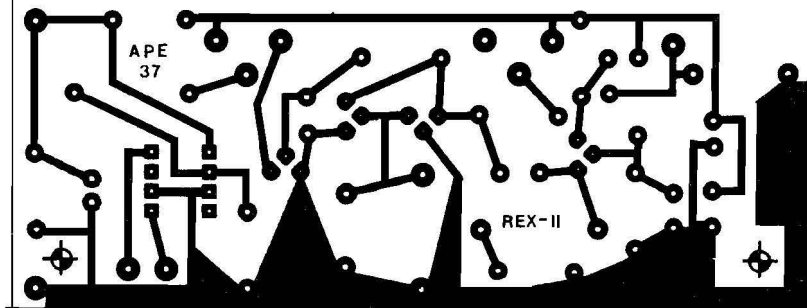
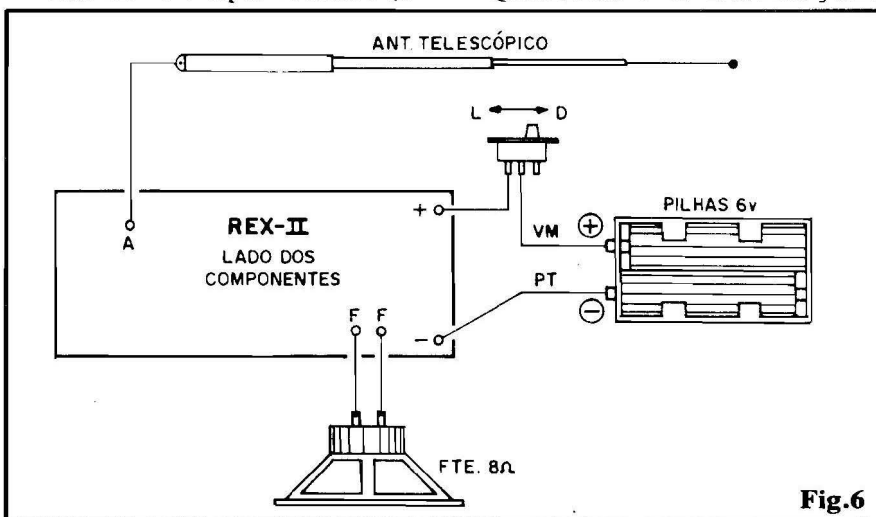
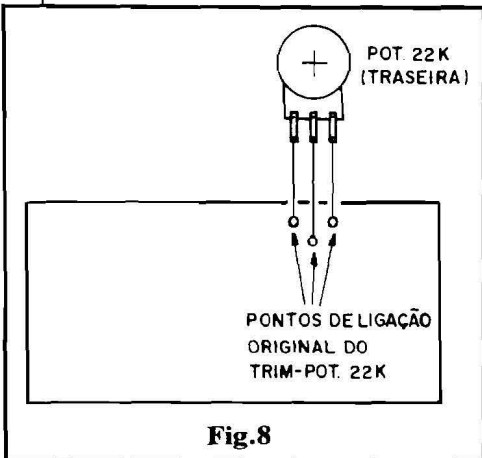

Fig.4
Fig.6
Fig.8
- FIG. 4 - LAY OUT DA PLACA DE CIRCUITO IMPRESSO - Simples e não muito congestionado, o padrão cobreado de ilhas e pistas poderá ser facilmente re-
- FIG. 6 - LIGAÇÕES EXTERNAS - A placa continua vista pelo lado dos componentes (só que, para "limpar a área", estes não são mais mostrados...). Observar com atenção a polaridade das conexões da alimentação (como sempre codificada pelas cores dos fios, com **vermelho** para o **positivo** e **preto** para o **negativo**...). As demais conexões (antena e altofalante) são elementares, à prova de erros...
- FIG. 8 - CONTROLANDO O VOLUME COM POTENCIÔMETRO - Na estrutura original do circuito/montagem, o ajuste do volume final de áudio é feito de maneira semi-fixa, por **trim-pot** (22K). O Leitor/Hobbyista pode, contudo, optar por um acionamento mais confortável e "s sofisticado", simplesmente ligando à placa, no lugar do referido **trim-pot**, um potenciômetro de 22K, conforme sugere a figura... Como sempre ocorre, recomendamos que a fiação a tal potenciômetro opcional seja **curta**...
- A UTILIZAÇÃO - AS EXPERIÊNCIAS - Inicialmente, aplicada ao circuito uma antena telescópica comum (fig. 6), esta deverá ser "levantada", verticalmente. Colocam-se as pilhas e liga-se o interruptor geral... O **trim-pot** (ou potenciômetro - fig. 8) de volume (22K) deve ser colocado no **máximo**, reduzindo-se um pouco o ajuste se for constatado um ruído "de fundo" muito "bravo"... Com a bobina convencional (fig. 3) de sintonia, podem ser procuradas estações de FM comercial, através do ajuste do **trimmer** (ou capacitor variável - ver fig. 7). Obtida a sintonia de uma emissora qualquer, o **trim-pot**
(antenas) mais “bravas”, situadas no alto do telhado (pode ser usada uma vareta simples, ou até antenas originalmente projetadas para comunicações ou para recepção de FM comercial...). A cabagem de “descida” dependerá da impedância natural da antena utilizada... Em qualquer caso, o “polo vivo” do cabo da antena deverá ser ligado ao ponto “A” da placa (ver fig. 6), enquanto que o outro polo (“terra”) pode ser soldado diretamente à barra cobreada mais larga da placa (fig. 4), referente ao “terra” geral do circuito (linha do negativo da alimentação). Eventualmente o conjunto funcionará melhor com a intermediação de um baloon (pequeno transformador/casador de impedâncias, próprio para a “descida” de antena, e costumeiramente usado para acoplar cabos às entradas de aparelhos de TV ou video-cassetes...). Lembrem-se sempre: o REX-II é um circuito para EXPERIMENTAÇÃO e não pode ser esperado dele um desempenho (em sensibilidade, seletividade e volume/fidelidade de áudio) tão bom quanto o presente em receptores comerciais da faixa de VHF... Entretanto, se corretamente montado, e usado com paciência e bom senso, será uma fonte inesgotável de surpresas e “descobertas” (sabemos que os Hobbystas adoram essas possibilidades...). O espectro das comunicações em VHF é muito amplo e variado e - mesmo para os que não têm vocação para “araponga” - será muito gostoso ficar “xeretando” na faixa...!